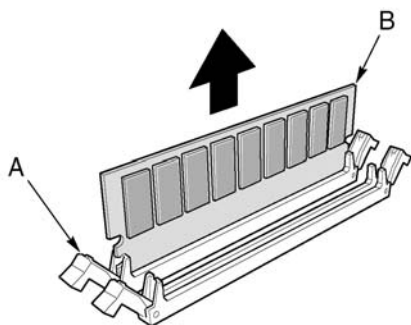

Figura 28 - Rimozione di un modulo DIMM
- 2 Individuare il modulo DIMM da rimuovere e spingere delicatamente verso il basso le leve di estrazione in plastica (Figura 28, A) per estrarre il modulo DIMM dalla base.